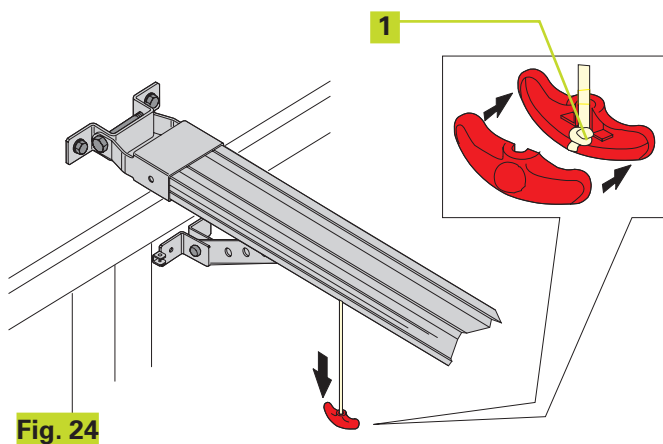

Fig. 24
- 2) Réaliser un nœud à l'extrémité du câble et assembler la poignée de déverrouillage (fig. 24).
- 3) Tirer la poignée de déverrouillage vers le bas et contrôler que l'actionnement manuel de la porte est possible (fig. 24).